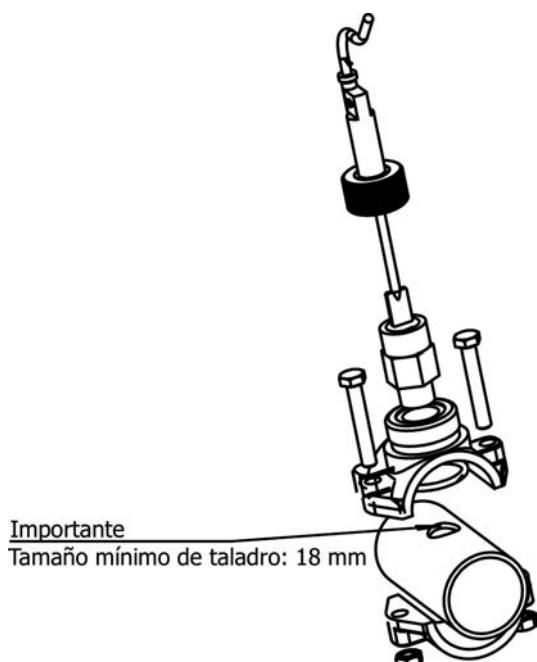

Fig. 14-1
1. Colocar el collarín suministrado en un tramo de la tubería situado a la entrada de la célula de电解sis. El collarín deberá instalarse siempre en posición horizontal al suelo (ver Fig. 14-1).
2. Instalar el detector de flujo (interruptor flujo) siempre de forma vertical en el collarín (Fig. 14-1).